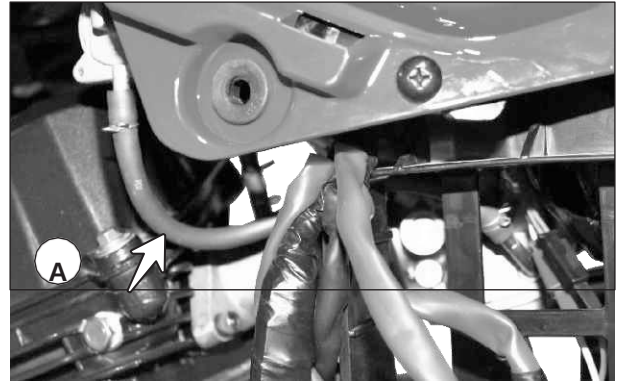

Fig.1.40
- Desconecte la manguera de combustible (A) del carburador. (Fig. 1.40)